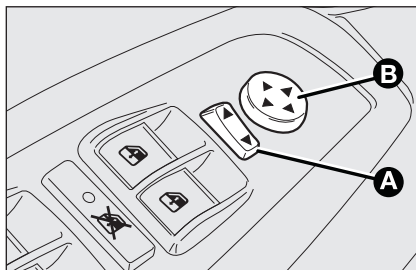

fig. 35
- ☐ mediante el selector **A-fig. 35** seleccione el espejo (izquierdo o derecho) que desea regular;